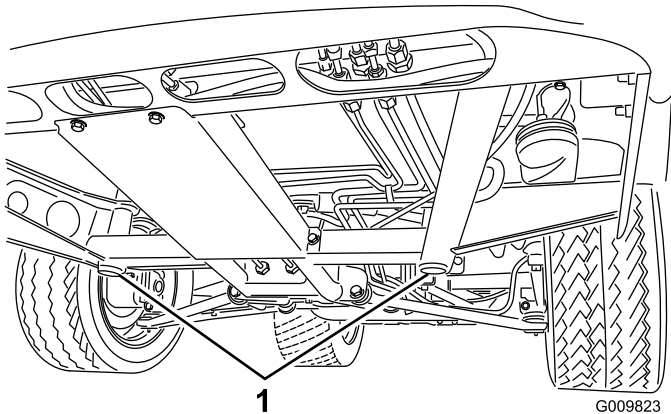
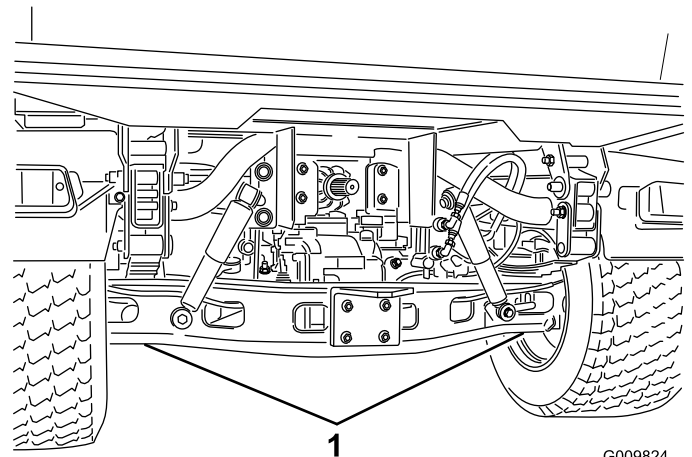

Figura 14
Figura 15
- El punto de apoyo delantero del gato se encuentra en el travesaño central delantero del bastidor (Figura 14), y en la parte trasera está debajo del tubo del eje (Figura 15).